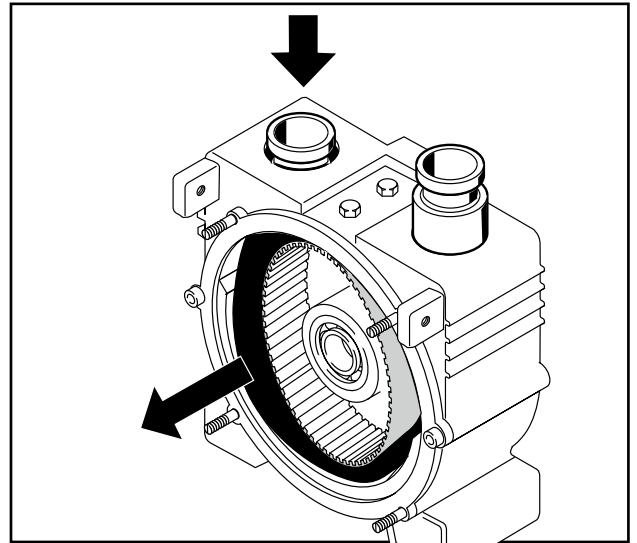

Fig. 12 – Démontage du tuyau
8. Retirer le tuyau dans le boîtier sur le côté sous pression, puis retirer le côté d'aspiration et l'enlever (fig. 12 et 13).